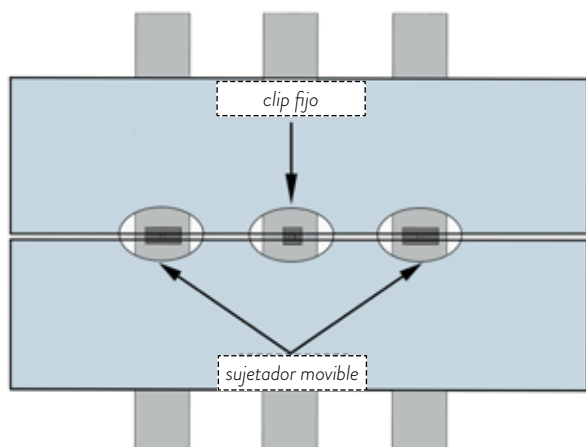

Figura 4
- 2 Esquema de disposición de grapa fija y móvil, como se muestra en la Figura 4: